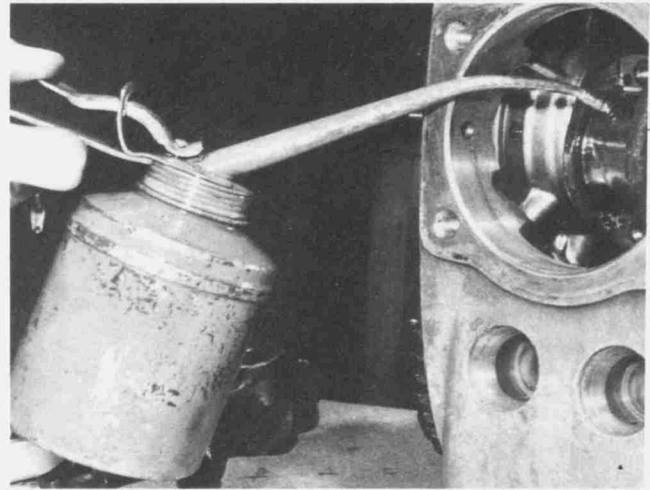

Bild 84
- Die Hubzapfen mit Molycote Paste G bestreichen oder gut ölen (Bild 84).